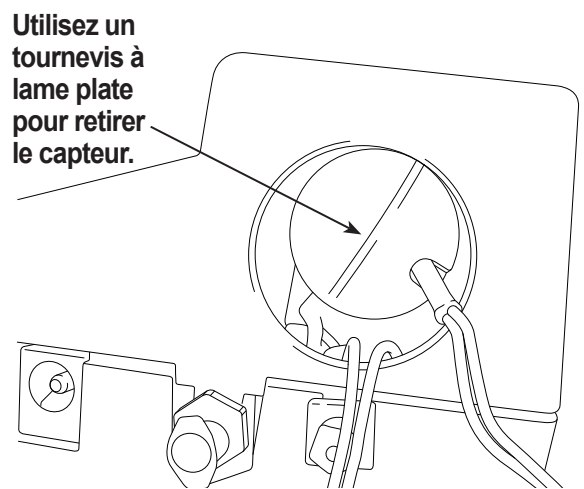

Figure 16
- Déplacer le bouchon et le harnais de côté. Tenez le câble du capteur et utilisez un tournevis à lame plate pour dévisser et retirer le capteur d'oxygène. Voir la Figure 16.